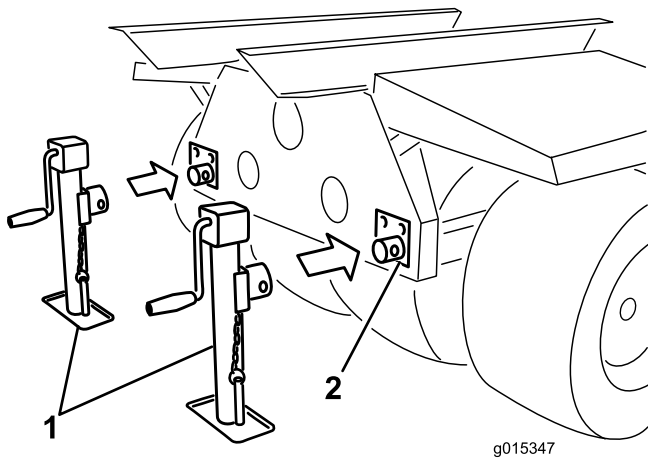

Figura 1
1. Retire los pasadores que sujetan los gatos a los tubos de montaje (Figura 1).
2. Gire cada gato hacia abajo hasta que la base del gato quede orientada hacia el suelo (Figura 1).
3. Sujete los gatos a los tubos de montaje con los pasadores de montaje (Figura 1).